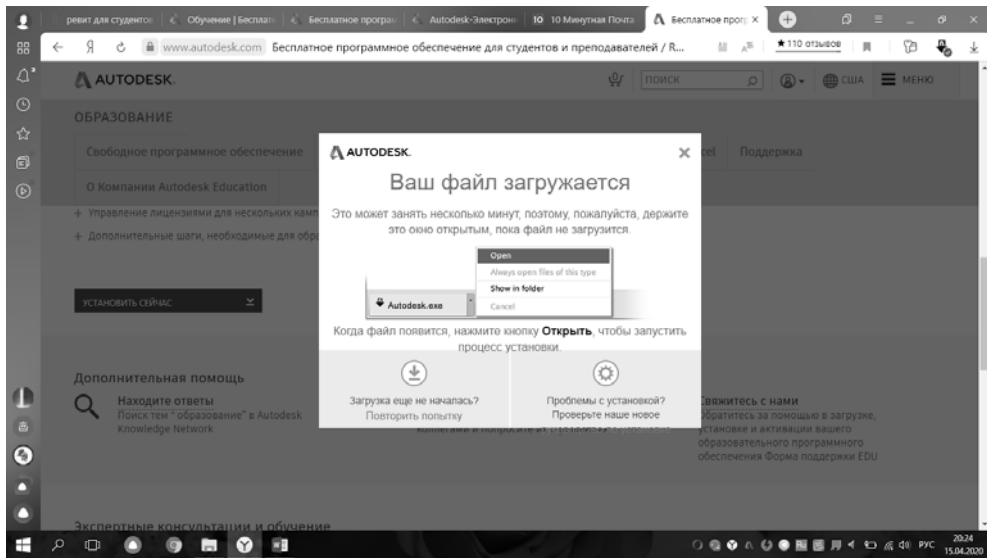

Рис. 8.9
10. Готово! Ваш файл загружается (рис. 8.9).